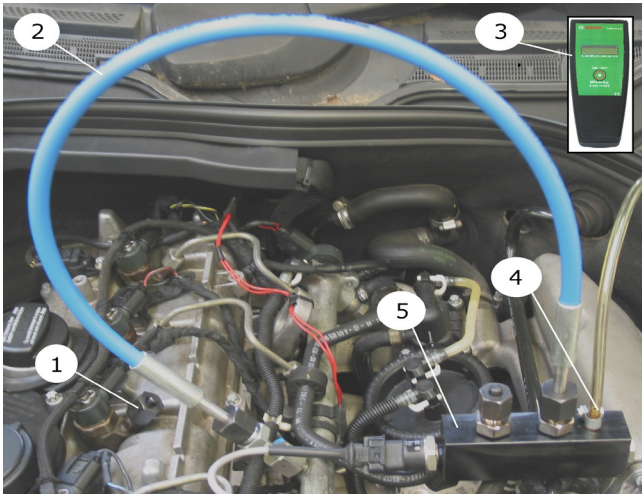

Abb. 15: Tilslutningseksempel railtryksensor sammenlignende kontrol (motor kører med n-1 cylinder)
! Af sikkerhedsårsager er der på manometeret (fig. 15, pos. 5) monteret en trykbegrænsningsventil, der begrænser trykket ved 180 kPa. Tilslut altid den vedlagte slange på tilslutningen (fig. 15, pos. 4) på manometeret, og tøm den ud i en egnet opsamlingsbeholder.
3. Luk injektor-højtryktilslutning (fig. 15, pos. 1) med en beskyttelseshætte (se reservedelsliste Bosch ESI[tronic]).
4. Tilslut 180 MPa-slangen (fig. 15, pos. 2) med passende tilslutningsadapter, tilslut vinkel, møtrik og trykring (venstregevind) på højtrykpumpen.
7. Tilslut forbindelsesledninger på trykindikatoren (fig. 15, pos. 3) og railtryksensor på manometermodulet.